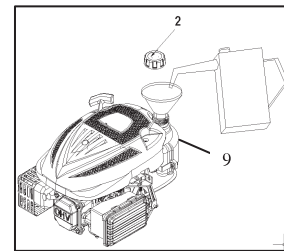

Abb. 5
1. Entfernen Sie die Kappe (2) vom Kraftstofftank.
2. Füllen Sie den Tank bis zur Füllstandgrenze am Hals des Tanks (9) mit Benzin. (Abb. 5)
5. Kapazität (9) Kraftstofftank: 1,2 l (0,317 US-Gallonen, 0,264 UK-Gallonen)